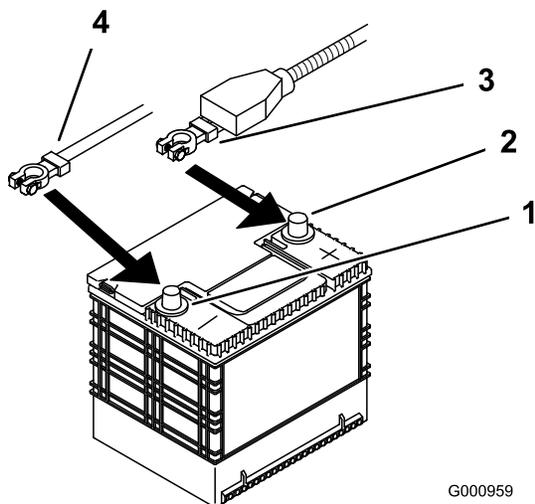

Figura 53
4. Scollegate prima il cavo negativo della batteria dal morsetto negativo (-) della batteria (Figura 53).
5. Sfilate la guaina rossa del morsetto dal morsetto positivo (rosso) della batteria. Togliete quindi il cavo positivo (rosso) della batteria (Figura 53).
4. Fissate i cavi con due bulloni (1/4 x 3/4 poll.), due rondelle (1/4 poll.) e due dadi di bloccaggio (1/4 poll.) (Figura 53).